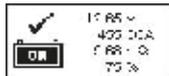

Fig.65
2. Premir  chave permitirá que os resultados do teste a ser exibido como exemplo moestrado (Fig.65).